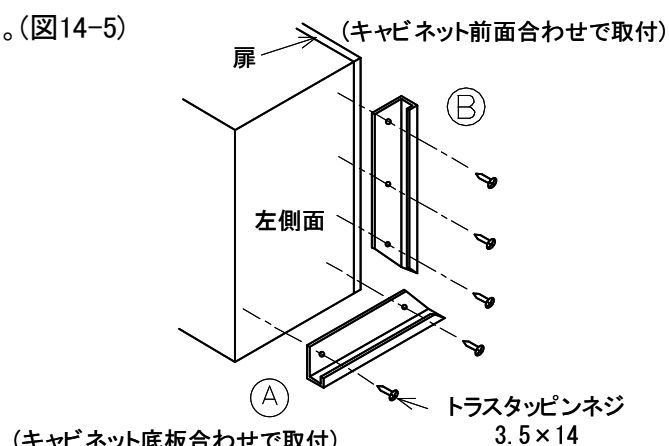

図14-6
③見切り部材をウォールキャビネットの左側面に所定のネジで固定してください。(図14-6)
(2) トールキャビネット用見切り部材の取付方法
① 見切り部材(L=1176・白)のうち1本を、以下の寸法にカットしてください。